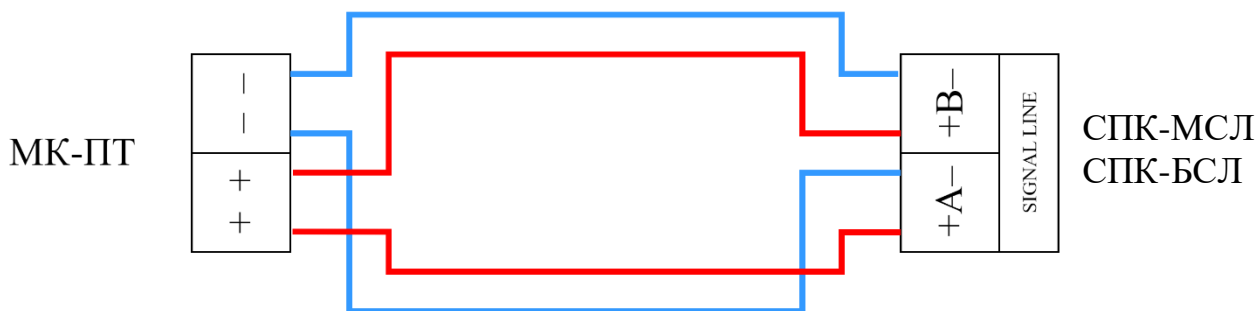

Рис. 19
- Схема подключения проводного МК-ПТ в кольцевую сигнальную линию (к модулю СПК-МСЛ / СПК-МАКС-МСЛ из состава Панель-3-ПРО исп. Л или блоку СПК-БСЛ / СПК-МАКС-БСЛ) представлена на рис. 19.